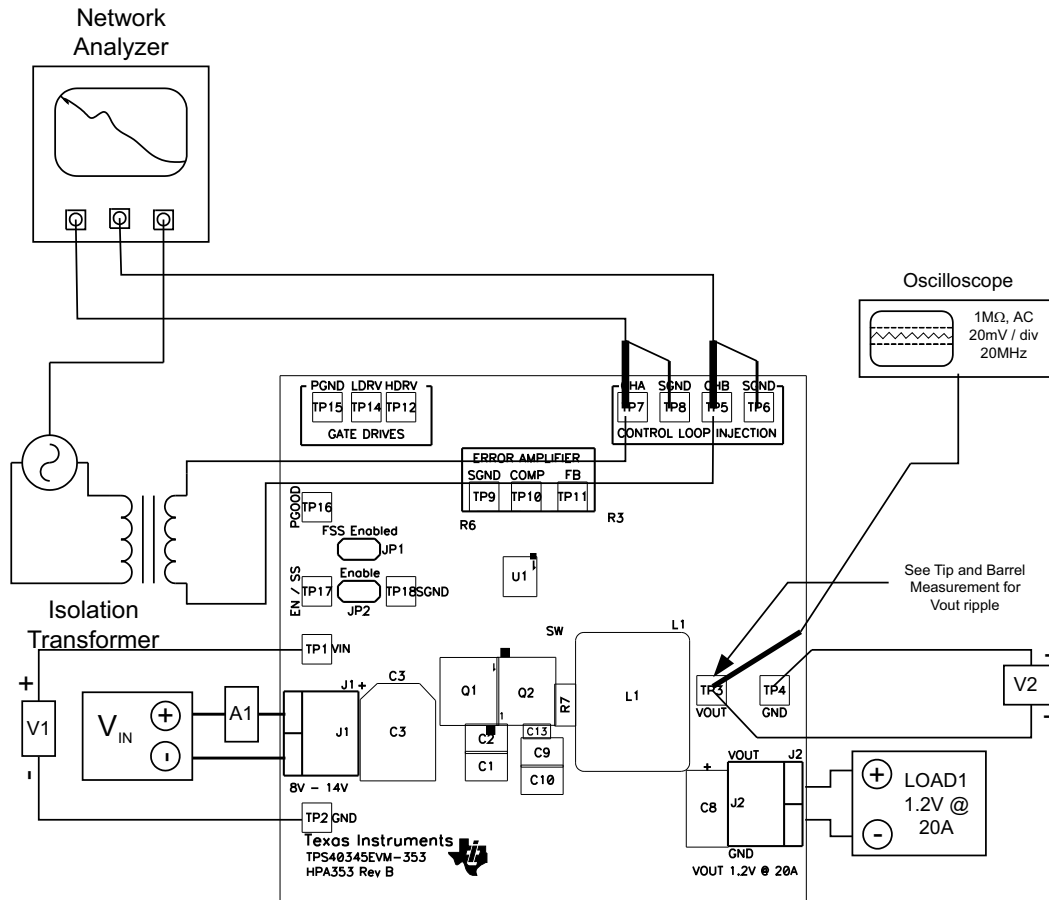

图 5-3. 控制环路测量设置
TPS40345EVM-353 提供四个用于测量控制环路频率响应的测试点 (两个信号测试点，两个接地测试点)。这使用户能够在不修改评估板的情况下测量实际模块环路响应。可以在 TP5 和 TP7 之间注入高达 30mV 的变压器隔离信号。注入信号的幅度可通过 CHA (TP7) 上的交流耦合幅度进行测量，产生的输出电压偏差可在 CHB (TP5) 上测量。更多详细信息，请参阅图 5-3。
2. 将 1kHz 至 1MHz 隔离变压器连接到 TP5 和 TP7，如图 5-3 所示。
3. 将输入信号幅度测量探头 (通道 A) 连接到 TP7，如图 5-3 所示
4. 将输出信号幅度测量探头 (通道 B) 连接到 TP5，如图 5-3 所示。
5. 将通道 A 和通道 B 的接地引线连接到 TP6 和 TP8，如图 5-3 所示